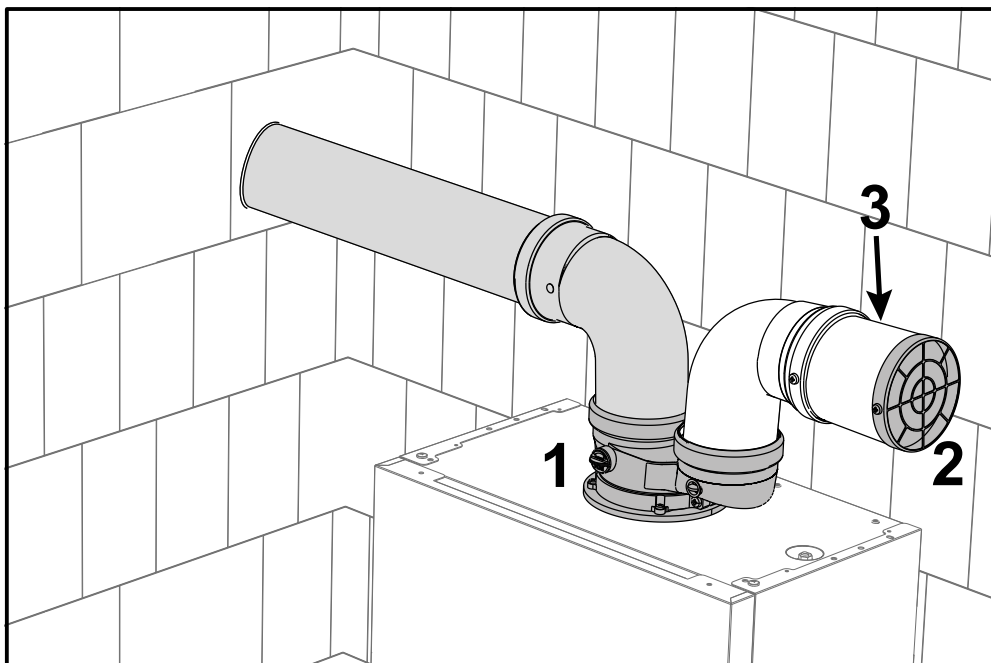

fig. 36 - Beschermrooster
Installeer het startaccessoire (ref. 1 - fig. 36 - code **041082X0**). In de aanzuigleiding moet het beschermrooster zijn gemonteerd (ref. 2 - fig. 36 - cod. **1KWMA85A**). Plaats indien nodig een adapter (3) tussen het rooster en het accessoire.